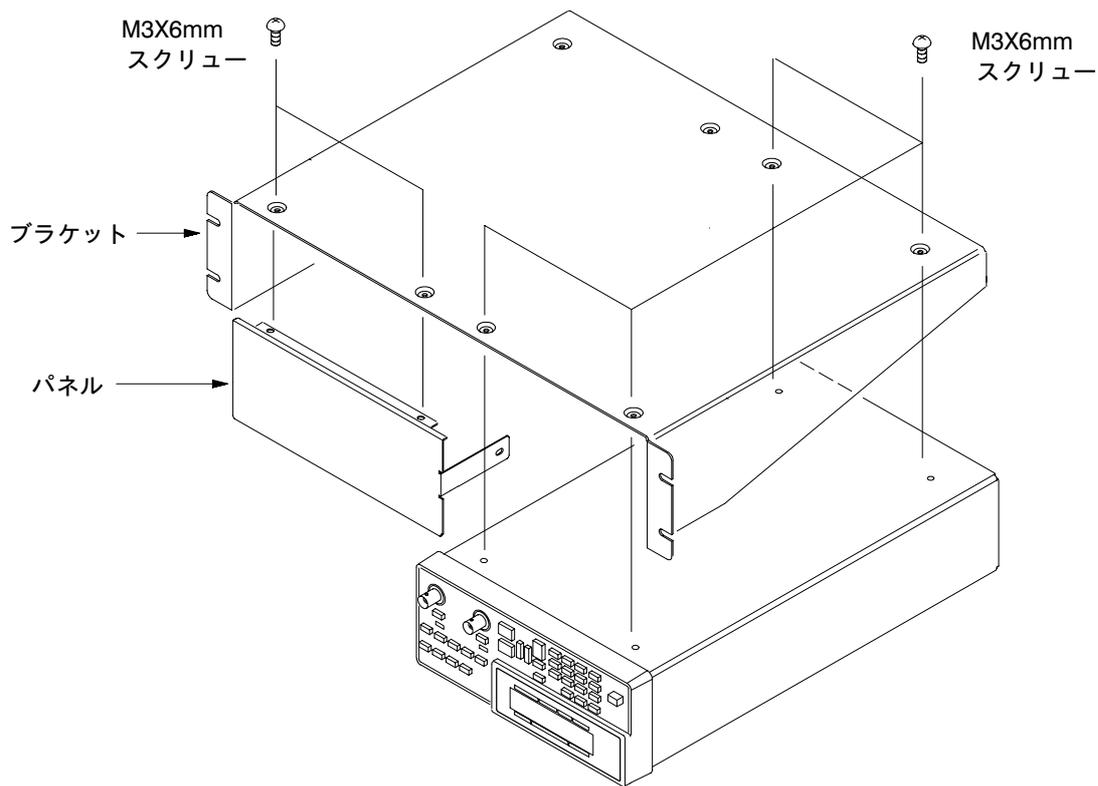

図5：本機器およびパネルの取付
2. 図5のようにブラケットを被せます。
1. 図5に表してある位置にパネルを配置します。